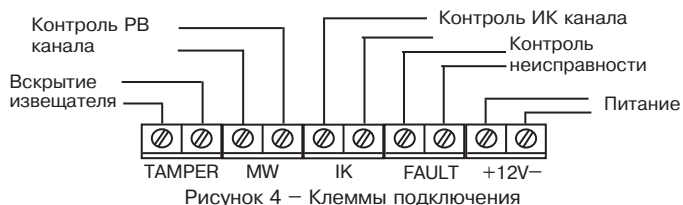

Рисунок 4 – Клеммы подключения
7.3 Просверлите в основании отверстия для вывода проводов (6) и отверстия для крепления извещателя к стене или для крепления извещателя в углу (см. рисунок 4).
7.4 Выбрав место установки, проведите разметку отверстий для крепления извещателя с учетом положения отверстий в основании извещателя, просверлите отверстия в стене (рисунок 4).
8.1 Маркированные клеммы (10) для подключения извещателя расположены в верхней части печатной платы (рисунок 4).